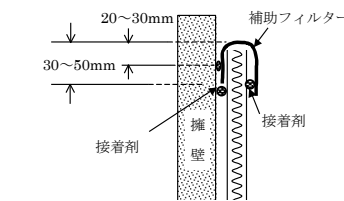

図 II-5 「グリ・シート」天端部の処理
- ②「グリ・シート KP12-600」の天端部を土砂などが流入しないように補助フィルターと接着剤で処理する。（図 II-5）